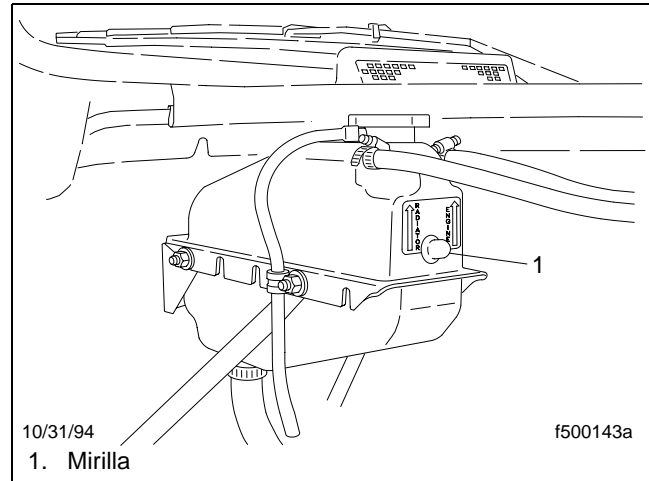

Figura 9.3, Tanque de compensación con mirilla
7. *Revise el nivel del líquido refrigerante en la mirilla del tanque de compensación. Vea la **Figura 9.3**. Revise la condición de las aletas del radiador, del condensador del aire acondicionado y del postenfriador de aire (según esté equipado).*